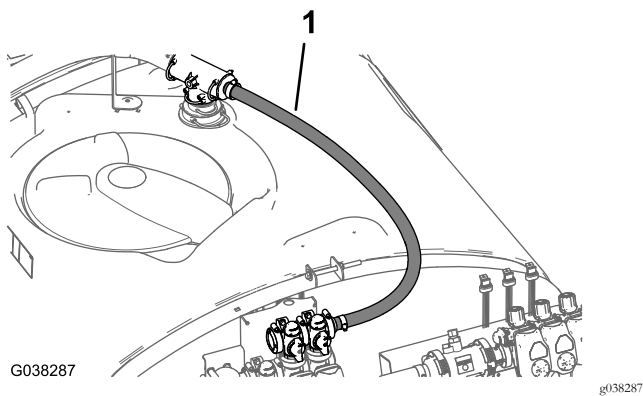

Figura 69
3. Disponete il flessibile di bypass nella valvola di bypass situata sopra la valvola di irrorazione principale, come illustrato nella Figura 69.
5. Fissate il raccordo diritto dentellato alla valvola di bypass (Figura 69) con un morsetto flangiato – 40 - 64 mm